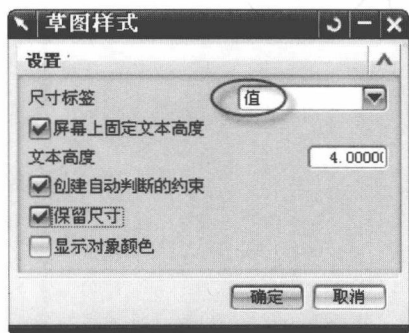

图 1-32 【草图样式】对话框
(8) 改变尺寸标签。选择菜单中的【草图】(Sketch) | 【草图样式】(Sketch Style) 命令，系统出现【草图样式】对话框，在【尺寸标签】下拉列表栏中选择【值】，如图 1-32 所示，